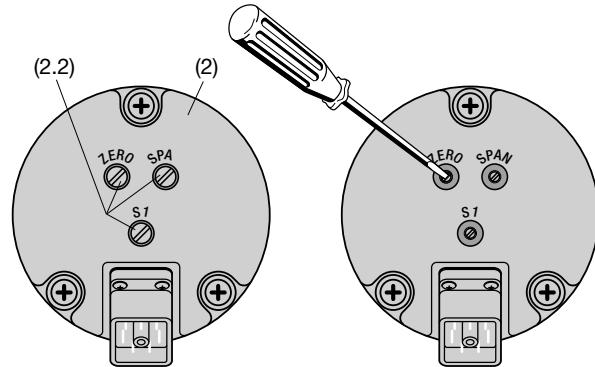
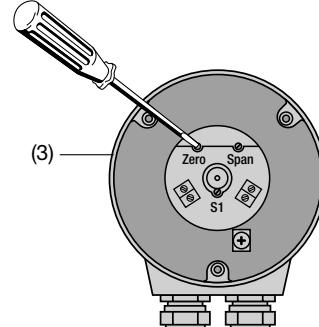

Bild 9. Rückenteil (2) mit den Einstell-Elementen «ZERO», «SPAN» und «S1».
Bild 10. Rückenteil (3) mit den Einstell-Elementen «ZERO», «SPAN» und «S1».
- ... mit **Steckverbinder** die ZERO/SPAN-Dichtungsschrauben (2.2) herausdrehen (Bild 9, links).
Danach Potentiometer «ZERO» (Bild 9, rechts oder Bild 10) mit einem Uhrmacher-Schraubenzieher (\varnothing 2,3 mm) so drehen, dass genau der gewünschte Ausgangsstrom fließt.
Winkeltransmitter mit Messbereichen > 150° haben für die Drehrichtungsumkehr einen Schalter, der mit S1 bezeichnet ist (Bild 9 und Bild 10).
- ... mit **Steckverbinder** die S1-Dichtungsschraube (2.2) heraus schrauben (Bild 9, links).